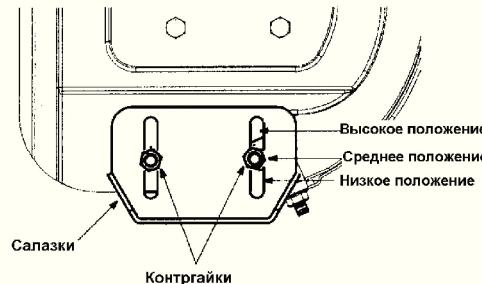

Рисунок 4
- 1.** Отрегулируйте направляющие салазки, ослабив четыре контргайки и крепежные болты, затем передвиньте салазки в желаемое положение. Смотрите рисунок 4.